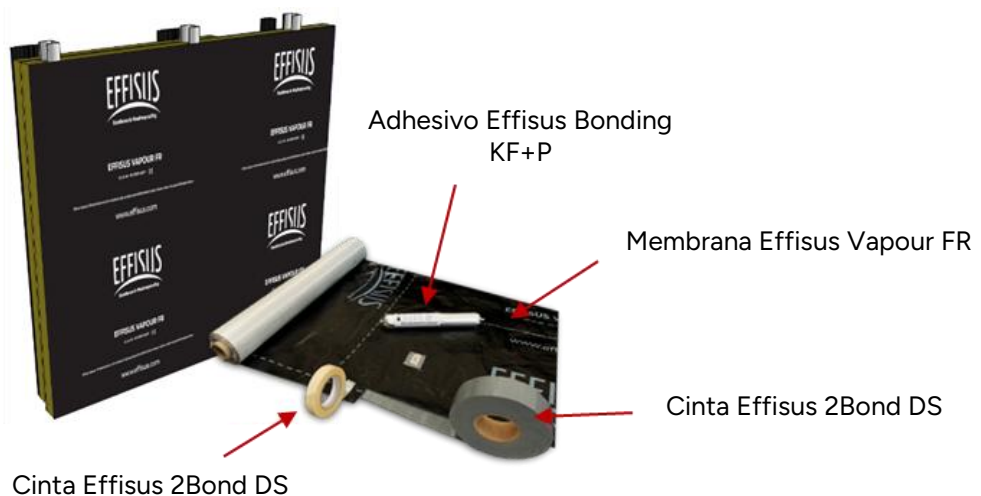

Figura 3 – Sistema Effisus Vapour FR
- Las juntas verticales deben solaparse al menos 150 mm y estar escalonadas o desplazadas siempre que sea posible (véase la figura 3).